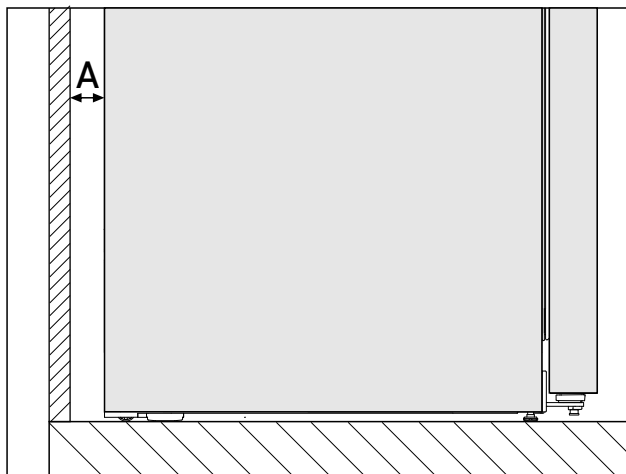

Fig. 3 *
Az energiafogyasztás megállapítása a készülék hátoldala és a fal közötti Fig. 3 (A) távolság mellett történt. Ha a faltól való távolság kevesebb, mint Fig. 3 (A), akkor az nincs hatással a készülék működőképességére. Ha ennél kisebb a faltól való távolság, az energiafogyasztás kis mértékben megemelkedhet, és lecsapódás képződhet a készülék hátfalán.*